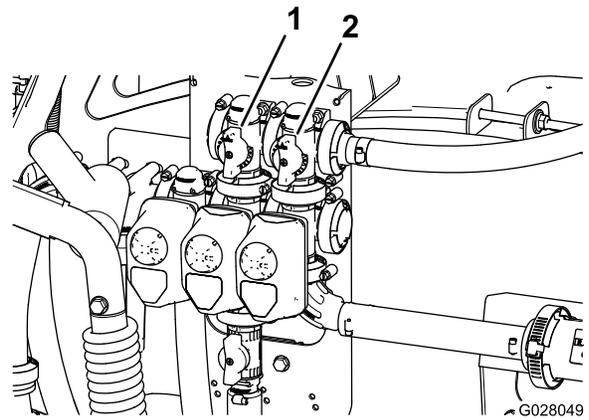

图24
11. 调节搅拌阀背面的搅拌旁通阀图24直至压力表上的读数为 6.9bar(100 psi)。
9. 调节主喷洒臂段旁通阀手柄控制药缸中的搅拌量图24。